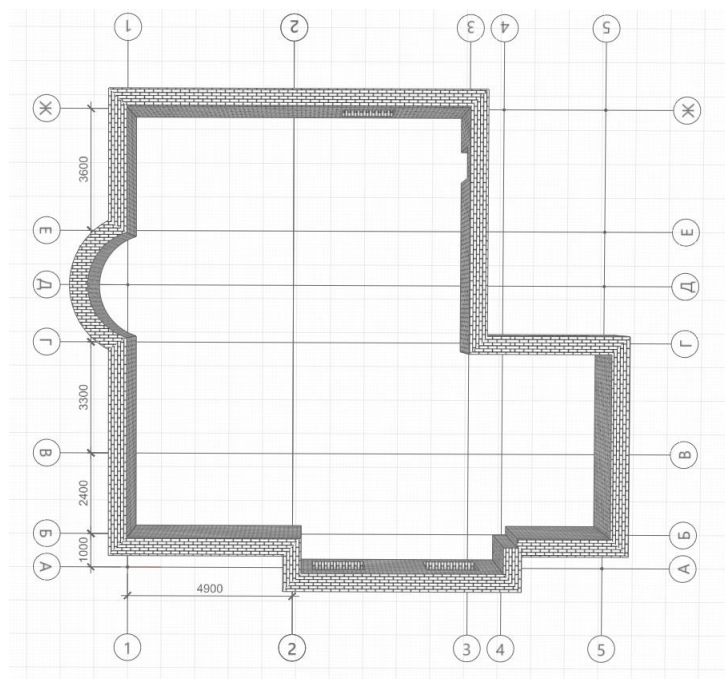

Рис. 23 Построение дуговой стены
5. Построим дуговую стену. Выберем новый способ построения **Дуга по трем точкам** . Укажем первую точку стены на пересечении **осей 1 и Г**, укажем вторую точку на пересечении **осей 1 и середины оси Д** и третью - на пересечении осей **1 и Е** (рис. 23)